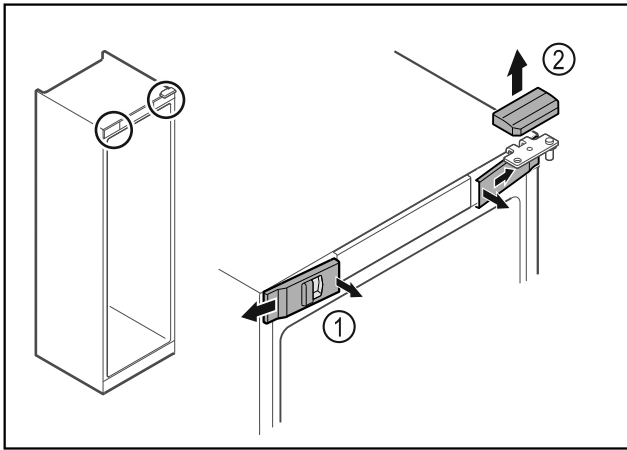

Fig. 12
- ▶ Uvolněte uvnitř přední kryty Fig. 12 (1) a sejměte je stranou.
- ▶ Horní kryt Fig. 12 (2) odeberte směrem nahoru.